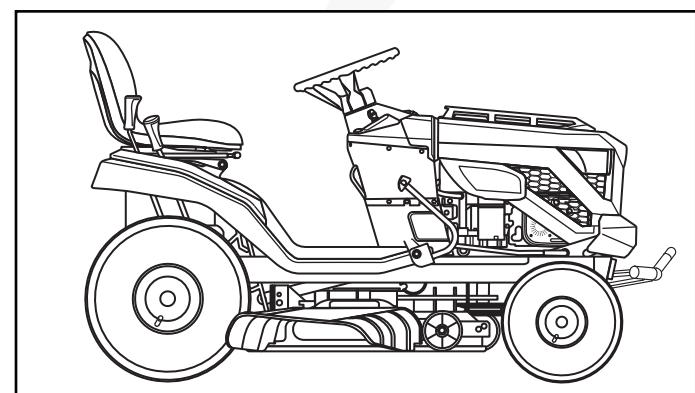

Fig. 12
1. Coloque la unidad en una superficie nivelada como se muestra en la Fig. 12.